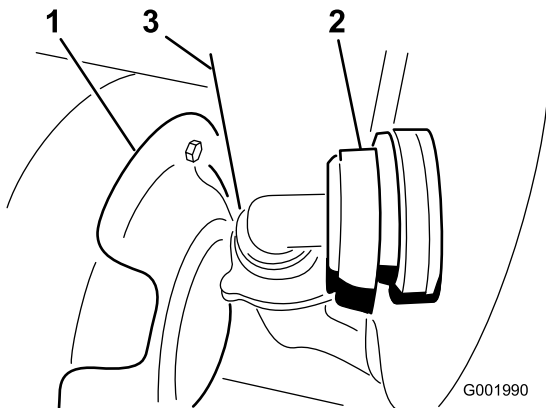

図 55
3. タンクの前壁の下にあるホースを外す (図 55)。
注 防熱シールド (図 55) を押しのけないとカバーが取り外せない場合があります。
7. タンク前面下のホースを接続する (図 55)。